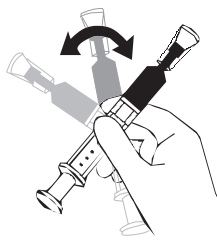

図5
9. 図5のように、シリンジを20〜30秒間上下に転倒させ、ヘパリンと血液を十分に混和させます。
8. 図5のように、シリンジを20〜30秒間上下に転倒させ、ヘパリンと血液を十分に混和させます。
7. 図5のように、シリンジを20～30秒間上下に転倒させ、ヘパリンと血液を十分に混和させます。